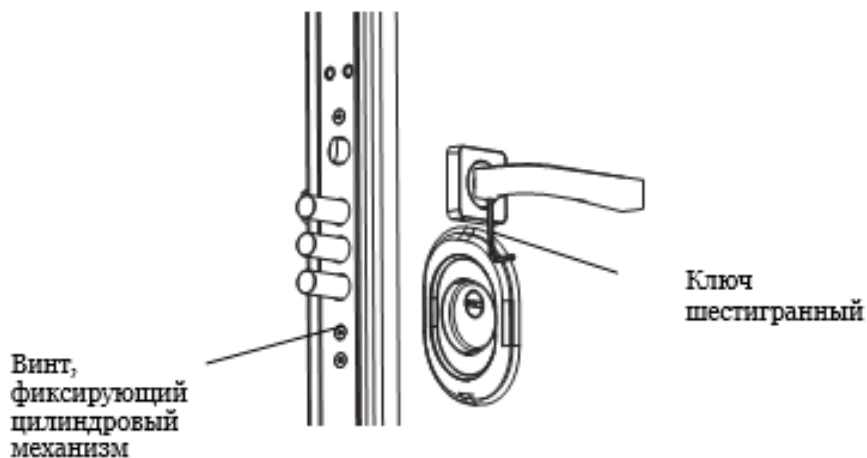

Рисунок 5 – Затяжка стопорного винта
- Выкрутить фиксирующий винт (см. Рис. 5), расположенный на торцевой планке замка напротив цилиндрического механизма.
В процессе эксплуатации ручки привода фалевой защелки замка может происходить постепенное откручивание стопорного винта ручки. При появлении признаков ослабления стопорного винта ручки (люфт ручки, покачивание при нажатии) необходимо произвести затяжку стопорного винта прилагаемым ключом – шестигранником, в направлении «по часовой стрелке» (рис. 5).